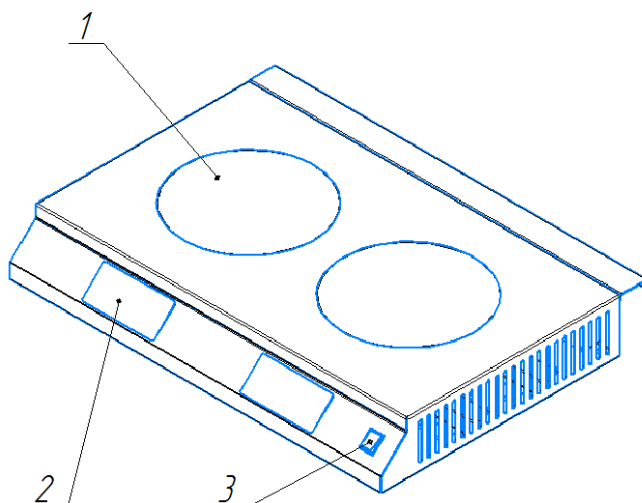

Рисунок 1 — Плита электрическая индукционная «ПЭИ-20-15-С»:
- включить клавишный переключатель (поз. 3, рис. 1) на передней стенке ВКЛ. (Прозвучит звуковой сигнал, загорится электронное табло на пульте). Конфорки включены и находятся в режиме ожидания последующих команд;
Для полного отключения плиты необходимо выключить клавишный переключатель на лицевой панели (поз. 3, рис. 1).
отключать клавишный переключатель (поз. 3, рис. 1), не выключив конфорку.